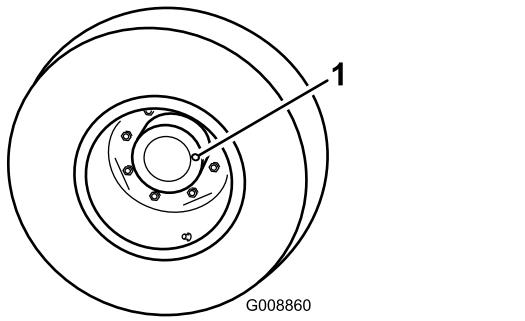

図 42
1. 平らな場所で、ホイールの点検/ドレン・プラグ 図 42 が時計の3時または9時の位置に来るよう停止させる。
2. プラネタリに付いているプラグ 図 42 を抜く。ブレーキの後側で、プラグ穴の高さまで油量があればよい。